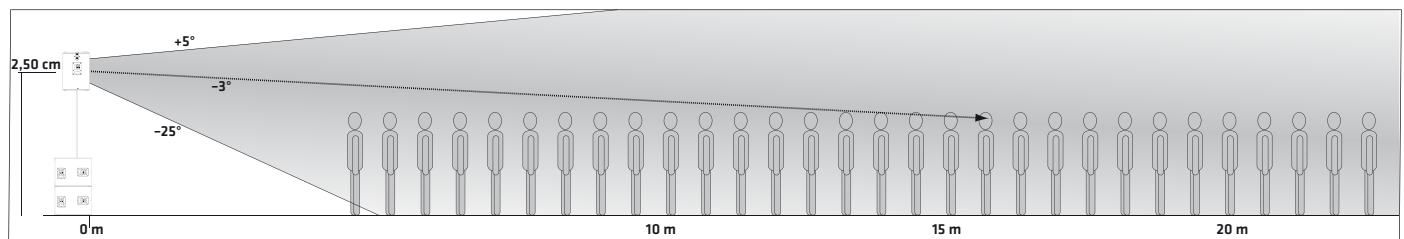
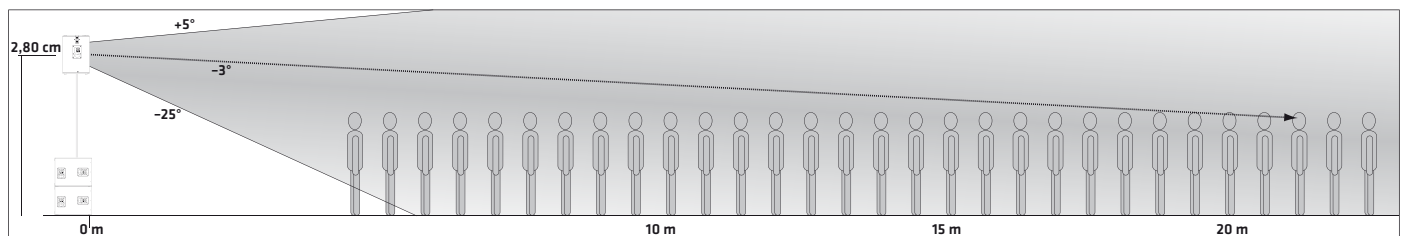

Abb.: 3
Abb.: 4
- Die Höhe der Lautsprecherbox definiert daher die Reichweite. Als Richtwert gilt: Befindet sich das Zentrum der Lautsprecherbox auf einer Höhe zwischen 2,50 m (Abb.: 3) und 2,80 m (Abb.: 4) trifft die Mittelachse nach 15,50 m – 21 m bei einer Personengröße von 1,70 m auf die Ohren der Zuhörer.